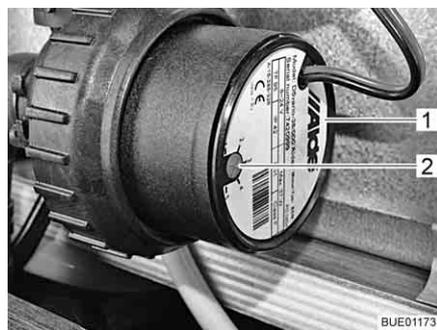

Fig. 197 Reducción de la velocidad
La velocidad de la bomba de circulación se puede ajustar con el regulador giratorio (Fig. 197,2). Con una velocidad reducida disminuyen los ruidos de rodadura de la bomba.
El regulador giratorio se encuentra en la bomba de circulación (Fig. 197,1).
- Girar el regulador giratorio (Fig. 197,2) en sentido contrario a las agujas del reloj. Se reduce la potencia.